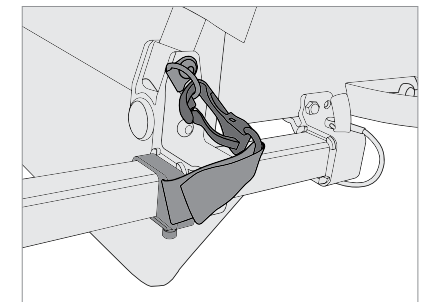

Figura 11
4. Acople la correa de seguridad al anillo D en el bastidor del remolque (Figura 11).